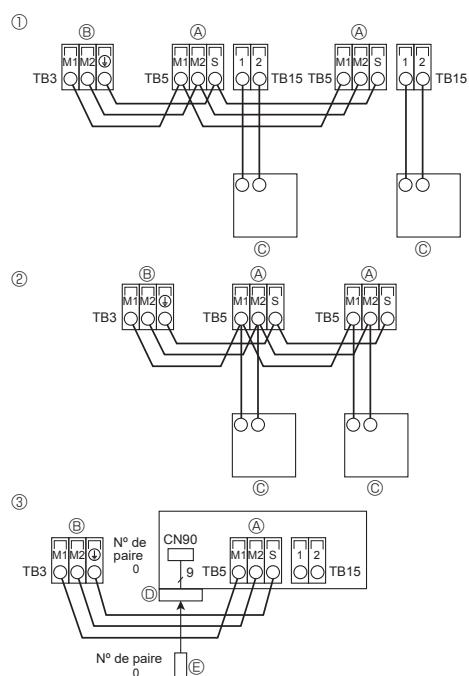

Fig. 5-8
5.4. Raccordement des câbles de la commande à distance et des câbles de transmission intérieurs et extérieurs (Fig. 5-8)
- ① Commande à distance MA
- ② Commande à distance M-NET
- ③ Télécommande sans fil (lors de l'installation du récepteur de signal sans fil)